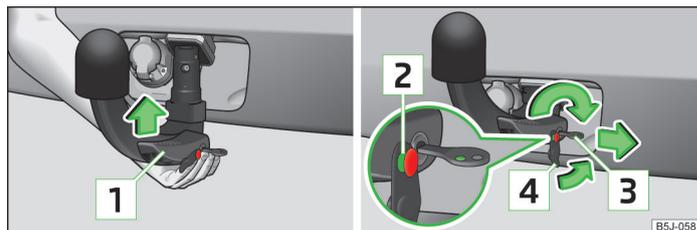

Fig. 106 Colocar la barra de cabeza esférica / bloquear el cierre y poner la tapa de cerradura.
- Agarrar la barra de cabeza esférica desde abajo » fig. 106 y encajarla en la cavidad del alojamiento hasta que encastre de forma audible » **!**.
La palanca **1** » fig. 106 gira automáticamente hacia arriba y el perno de desbloqueo **2** sale hacia afuera (su parte roja y verde es visible) » **!**.
- > Colocar la tapa [4] » fig. 106 en el cierre en el sentido de la flecha » [!].